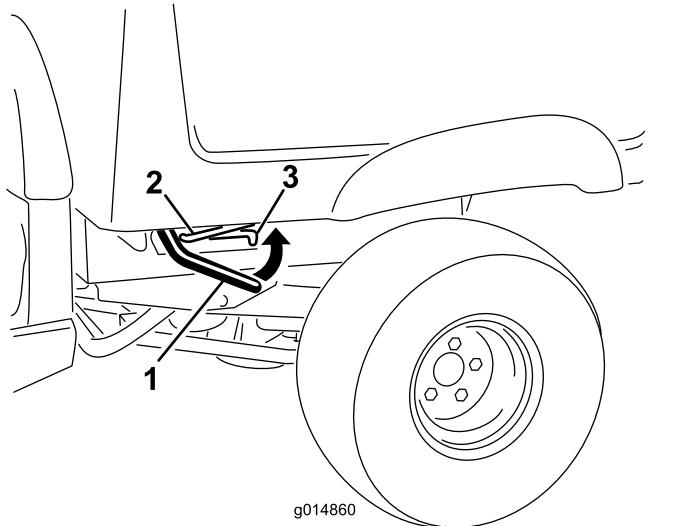

Figura 1
4. Com a alavancas em qualquer um dos lados da plataforma de carga, eleve a plataforma (Figura 1).